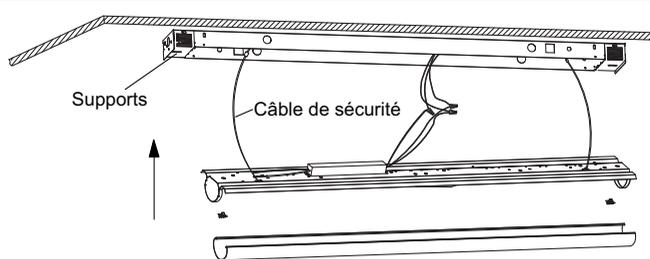

Figure 3
8. Installez la lentille, en vous assurant qu'elle soit enclenchée sur toute la longueur du luminaire. **(Fig. 3)**